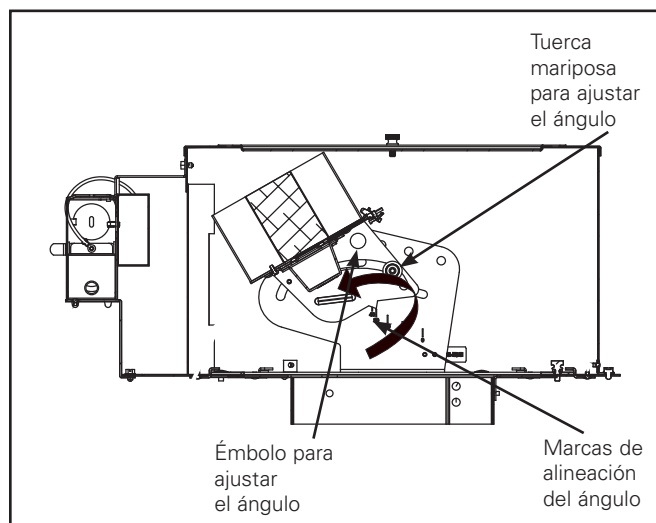
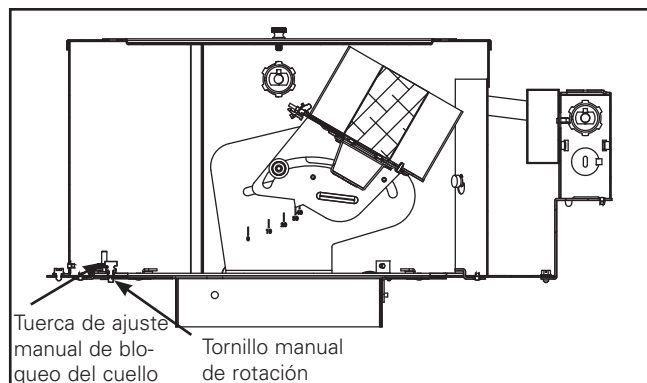

Figura 3.
Figura 4.
1. Afloje las tuercas mariposa para ajustar el ángulo (2) a través de la apertura del cuello, pero no lo retire (Figura 3).
2. Tire del émbolo de ajuste de ángulo para cambiar la inclinación y ajustarla aproximadamente en incrementos de 10 grados. Las marcas de alineación de ángulos están como referencia (Figura 3).
4. Ajuste las tuercas mariposa para ajuste del ángulo (2) para que se bloqueen en el ángulo deseado.
5. Si se desea ajustar la alineación giratoria del cuello, afloje la tuerca manual de bloqueo del cuello. Gire el cuello a la posición deseada y luego ajuste la tuerca de ajuste manual de bloqueo del cuello (Figura 4)
6. Estírese por la apertura del cuello, afloje el tornillo manual de rotación, gire a la posición deseada y vuelva a ajustar el tornillo manual para bloquearlo en su lugar (Figura 4).